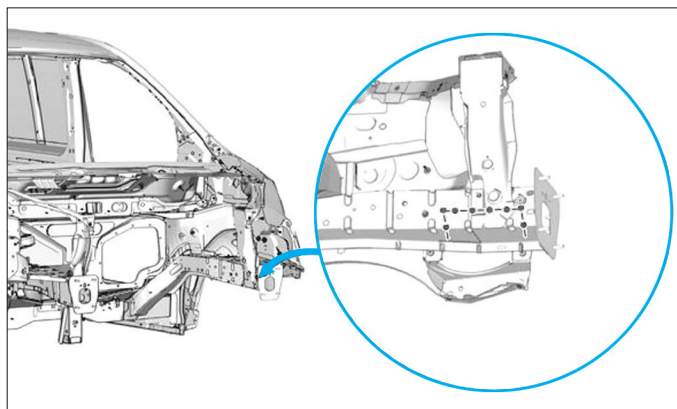

FIG. 21
- Préparer les bords d'accostage et les protéger par un apprêt soudable (Fig.21).